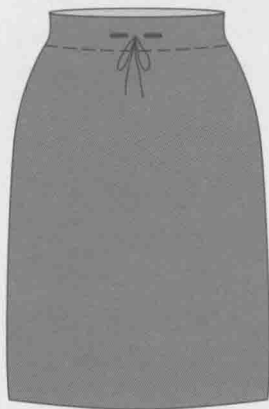

图 1.10C 加抽绳或松紧带抽带管
- 将一根带松紧带的抽绳嵌入, 通过扣眼后在服装正面车缝固定(见图1.10C)。